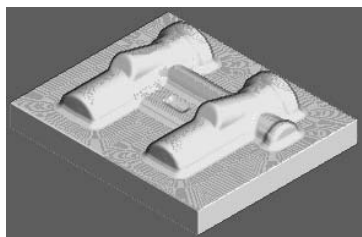

图 3-140 仿真加工结果 3
2) 在“仿真”工具栏的“当前刀具路径”下拉列表中选择要模拟的刀具路径 finish3，然后单击“执行”按钮, 系统开始自动仿真加工，仿真加工结果如图 3-140 所示。